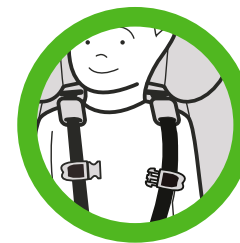

**Figura 110**
- Introduzca el panel de acceso y gire el cierre hacia a la derecha, como se muestra en la **figura 110**.